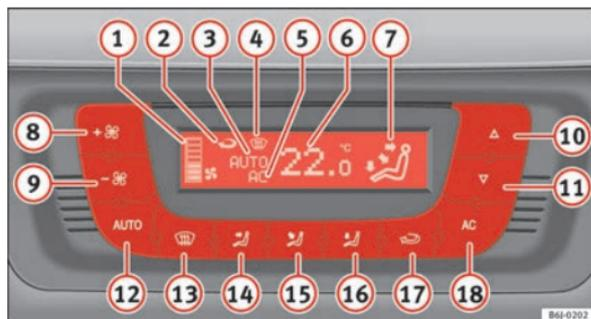

Fig. 92 Comandos do Climatronic no painel de instrumentos
- Prima os botões 10 e 11 ⇒ fig. 92 para ajustar a temperatura.
- Premir o botão **AUTO**. Visualiza-se a indicação ⇒ página 132, fig. 92 .
- Prima os botões  e  ⇒ página 132, fig. 92 para ajustar a temperatura pretendida no habitáculo. Recomenda-se regular uma temperatura de 22 °C (72 °F).
- Prima um dos botões ⇒ página 132, fig. 92 14 a 16 ou prima o regulador do ventilador 8 e 9. Apaga-se a indicação 3.
O ventilador pode ser regulado através dos botões 8 e 9 ⇒ página 132, fig. 92. Se o ventilador estiver desligado (no ecrã não está indicado qualquer nível 1) e continuar a premir o botão 9, o Climatronic desliga-se. Nesse caso, aparecerá **OFF** no ecrã.
- Prima o botão 5, para ligar e desligar a recirculação de ar. Está ligada se aparecer o símbolo 6 ⇒ página 132, fig. 92 no ecrã.